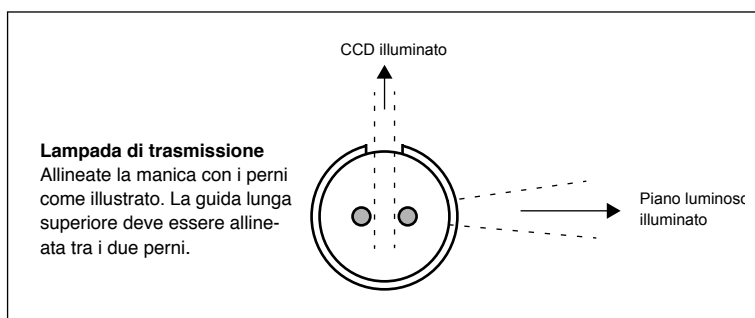

Figura 4: Allineamento della manica luminosa, visto dal lato sinistro dello scanner.
Talvolta la manica è fissata tramite incollatura quando lo scanner proviene direttamente dalla fabbrica, tuttavia, quando sostituite il tubo, la manica non sarà incollata; sarà fissa in modo che non possa scivolare liberamente, ma se provate, sarete in grado di ruotarla manualmente. L'orientamento esatto della manica è illustrato nella Figura 4.
5. Installate la nuova lampada seguendo la procedura opposta a quella utilizzata per rimuoverla. Assicuratevi che la manica sia allineata correttamente con lo scanner come illustrato nella Figura 4. Ruotate la lampada o regolate la manica se necessario.